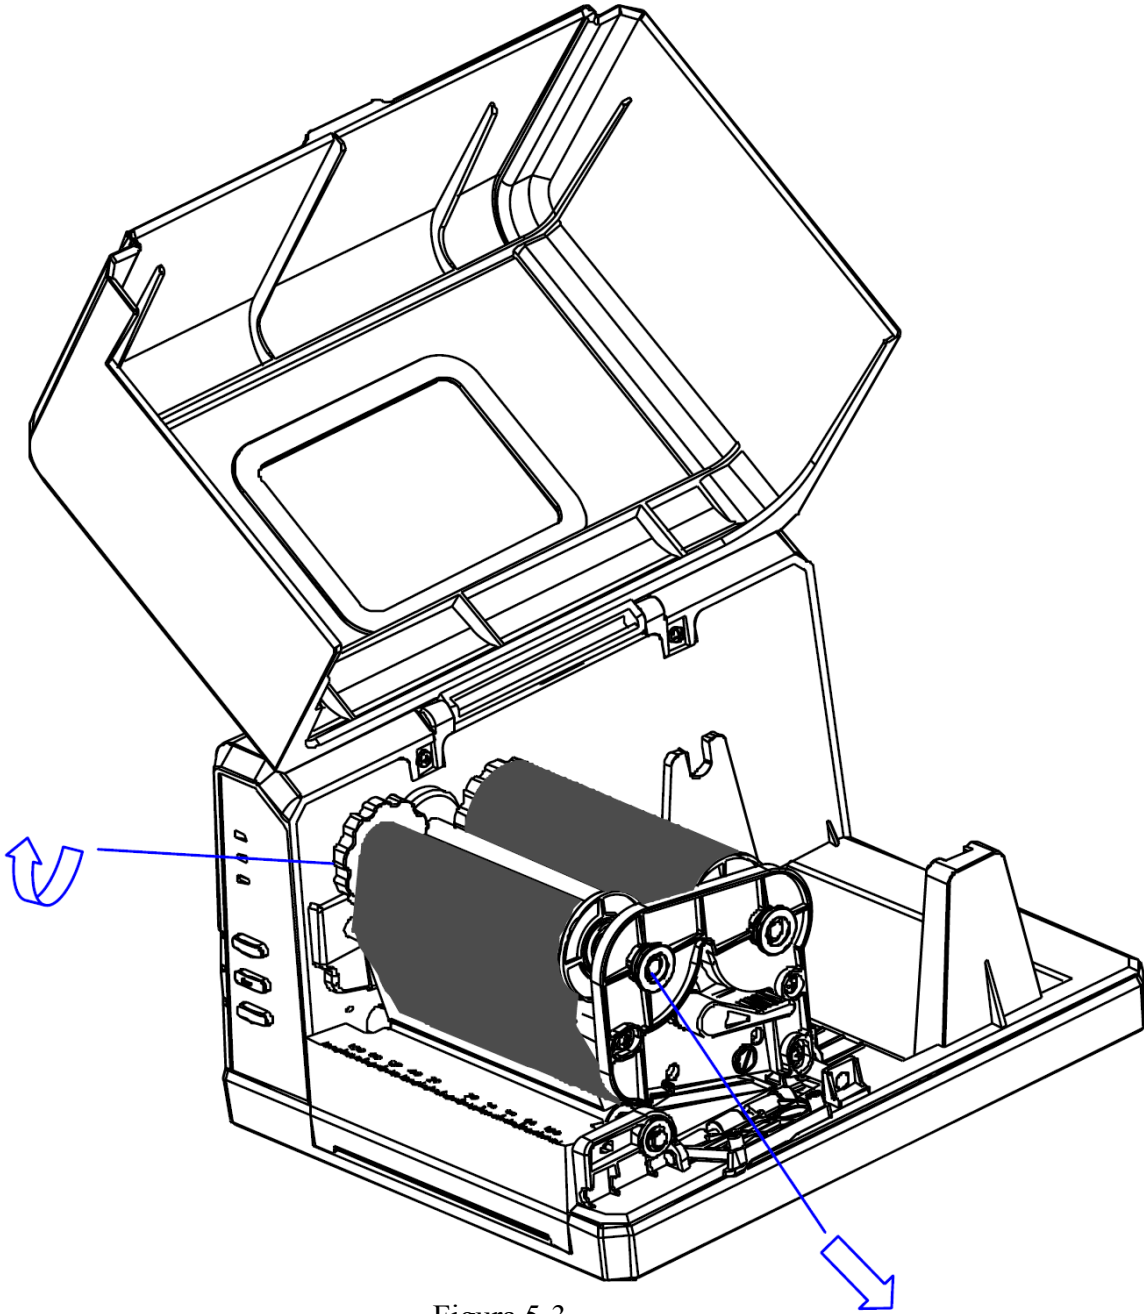

Figura 5-3
5. Gire la Perilla de Recuperación de la Cinta en el sentido de las manecillas el reloj para asegurarse de que la cinta esté tensa y lisa (véase la Figura 5-3).
6. Cierre el bucle y gire la palanca a la posición "cerrada" para asegura el Módulo de Cabezal de Impresión (Véase la Figura 5-3).